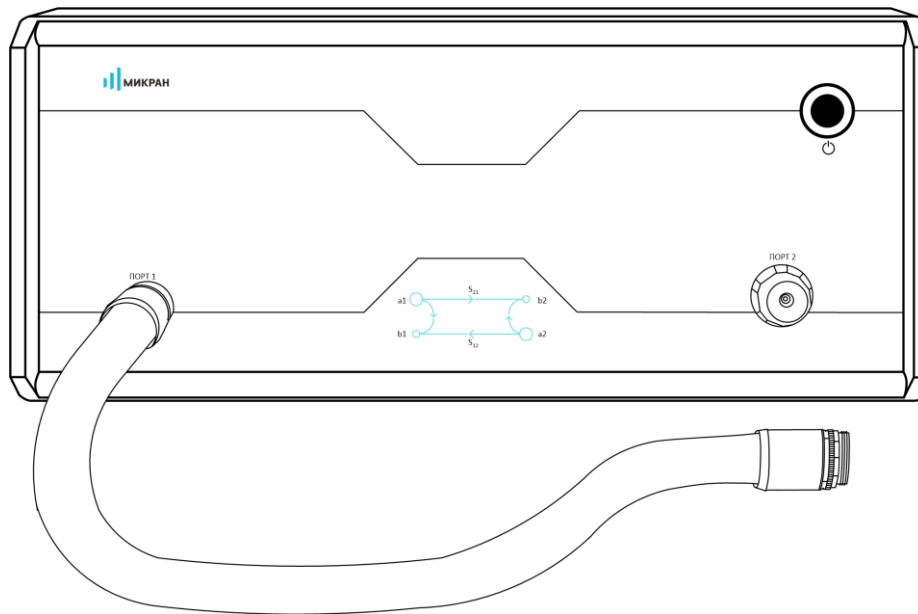

Рисунок 3. Общая схема измерений.
9. Подключить измеряемое устройство, как показано на рис. 3.